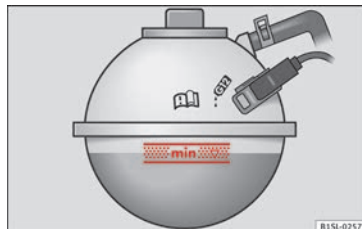

Abb. 244 Im Motorraum: Markierung am Kühlmittelausgleichsbehälter.
- Motorkühlmittelstand bei kaltem Motor an der seitlichen Markierung des Ausgleichsbehälters prüfen » **Abb. 244.**
ters befinden » **Abb. 244. Nicht über die Oberkante des markierten Bereichs auffüllen** » .
- **Motorkühlmittel nur bis zur Oberkante des markierten Bereichs auffüllen » **Abb. 244.** Überschüssiges Motorkühlmittel wird sonst bei Erwärmung aus dem Motorkühlsystem gedrückt und kann zu Beschädigungen führen.**